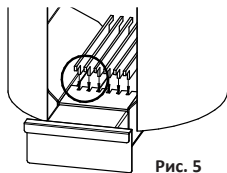

Рис. 5
Все печи дополнительно могут быть оснащены специальными усилительными приспособлениями (рисунок 8), улучшающими процесс горения и дополнительно защищающими топку печи от разрушения из-за действия высокой температуры. Приспособления имеют каналы подачи дополнительного воздуха для горения, который, поступая в топку, проходит частично над огнем в верхнюю часть топки, при этом недогоревшие продукты горения (сажа) также сгорают. При подобном дожиге печных газов вырабатывается дополнительное тепло, повышая эффективность печи. На дне топки расположена колосниковая решетка (рисунок 5), изготовленная из проката повышенной прочности толщиной 5 мм. Решетка является одной из наиболее теплонагруженных частей печи и используемый в ее изготовлении металл и его толщина удовлетворяют всем предъявляемым требованиям. Дверца топки печей «Grill'D» (5) изготовлена из стали и термостойкого стекла Schott Robax® (Германия). Под топкой расположен зольник с выдвигаемым зольным ящиком (4). Наружная поверхность печи покрыта антикоррозионной термостойкой эмалью.
Колосник состоит из шести отдельных пластин, изготовленных из проката повышенной прочности толщиной 5 мм. Для каждой пластины предусмотрено отдельное посадочное место (рисунок 5).